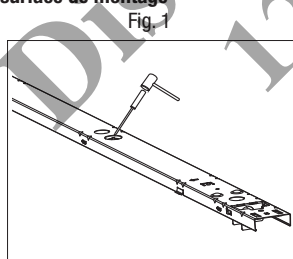

Fig. 2
Une à chaque extrémité et trois sur le dessus. Débouchez les entrées défonçables adéquates sur le profilé de montage du luminaire (B) pour effectuer le câblage électrique. Pour ce faire, placez simplement la tête plate d'un tournevis sur l'entrée défonçable et frappez-la brusquement avec un marteau (Fig. 1). Retirez la pastille avec des pincettes. Pour un montage en rangée continue, pliez simplement les languettes du profilé de montage vers le haut (Fig. 2) en s'assurant qu'elles sont à niveau avec l'arrière du profilé et sans espace. L'entrée défonçable de la languette pliée ne doit pas être utilisée une fois pliée à la verticale (Fig. 3). Ne pliez pas la première et la dernière languette sur une rangée. (Fig. 4) Utilisez les entrées défonçables et ne pas plier à la verticale si le montage en rangée comporte des espaces entre les luminaires.